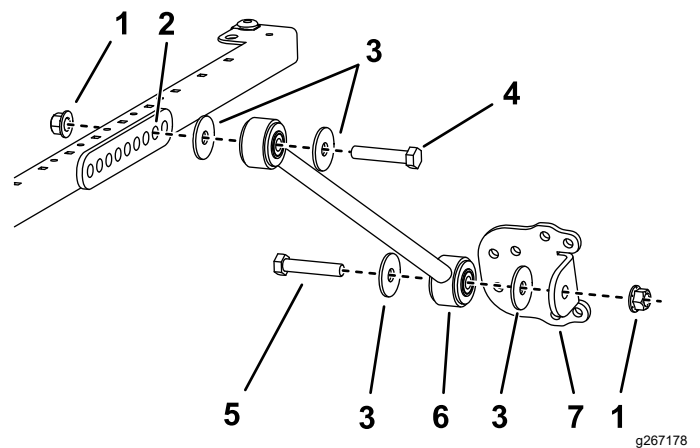

Figura 34
- En los modelos 30446, 30446N, 30447 y 30447N, en cada lado del bastidor del toldo, monte provisionalmente un tirante en el **segundo** taladro del soporte del tirante con un perno ($\frac{1}{2}$ " x $2\frac{1}{2}$ "), una arandela ($\frac{1}{2}$ ") y una tuerca con arandela prensada ($\frac{1}{2}$ "), según se muestra en Figura 34.